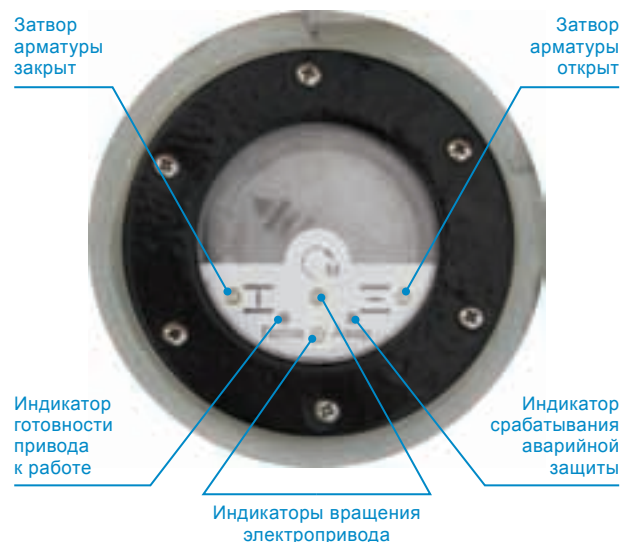

Рис. 3
- Плата индикации (рис. 3).
Плата индикации (рис. 3)
Электроприводы с встроенным блоком управления с бесконтактным пускателем имеют следующую индикацию (рис. 3):